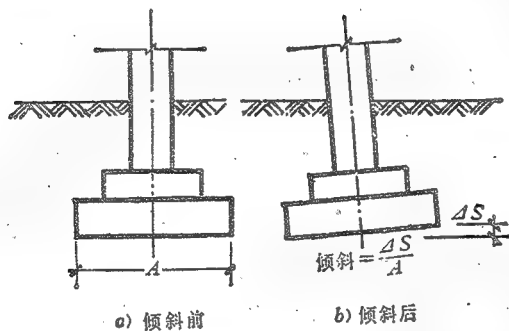

图4 基础倾斜
(3) 倾斜——是指单独基础在倾斜方向上两端点的沉降差与其距离的比值(图4)。